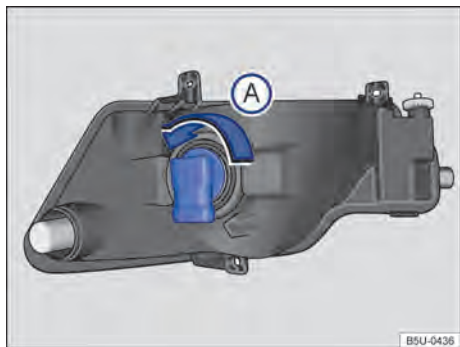

Fig. 113 Detrás del parachoques delantero: acceso a la lámpara incandescente del farol de neblina.
3. Girar el portalámparas → fig. 113, en el sentido antihorario de la flecha (A), y desencajarlo del alojamiento.